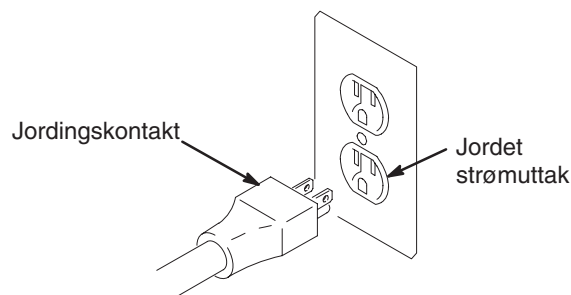

Fig. 2
1. Fig. 2. Ultra Max II 695, 795 og 1095 100–120 Vac modellene krever en 50/60 Hz, 15A krets med en jordingsstikkontakt. Ultra Max II 1595 120 Vac modellene krever en 50/60 Hz, 20A krets med en jordingsstikkontakt. 220–240 Vac modellene krever en 50/60 Hz, 10A krets med jordingsstikkontakt.